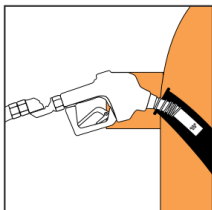

Figure 1
- Помести TDW-11A (TDW-7H) в топливораздаточный бак правильным образом. (см. figure 1). Никогда не заправляйте топливом краном расположенным верхней стороной вниз. Это может вызвать опасную ситуацию. (см. figure 2)